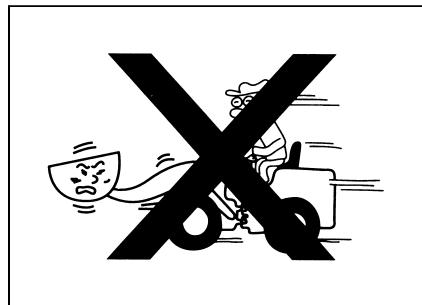

Рис. 1–44
- Следует хорошо знать работоспособность погрузчика. Определить подходящую скорость по конкретному состоянию рабочего места. Кроме того, следует решить маршрут работы и рабочий метод погрузчика, чтобы связанные лица хорошо знали и освоили их (рис. 1–44)..